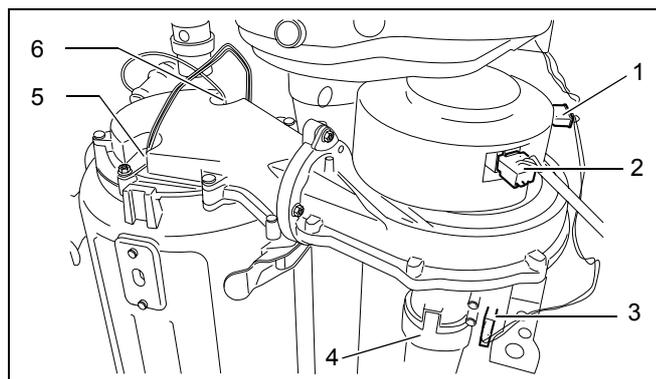

Fig. 42 Allentare le spine del ventilatore e dell'apparecchiatura gas
- Staccare la spina dall'unità di miscelazione aria/gas (fig. 42, pos. 1, 2 e 3).
- Smontare il tubo di aspirazione dell'aria dall'unità di miscelazione aria/gas (fig. 42, pos. 4).
- Togliere la spina dall'asta di ionizzazione (fig. 42, pos. 6) e allentare il dispositivo di accensione ad incandescenza (fig. 42, pos. 5).